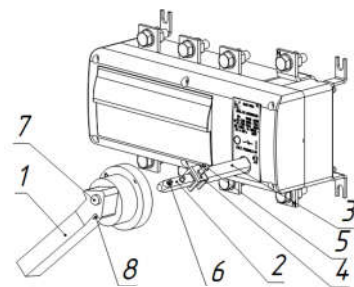

Рис. 2
1.3.5.1 Закрепить аппарат в месте установки (Рис. 2). Квадратный вал **2** рукоятки вставить в квадратную трубу **3**. С помощью хомута **4** и винта **5** зафиксировать выбранную глубину установки **R**. Установить рукоятку **1** на двери НКУ с помощью крепежных винтов, совмещая маркировку коммутационных положений.